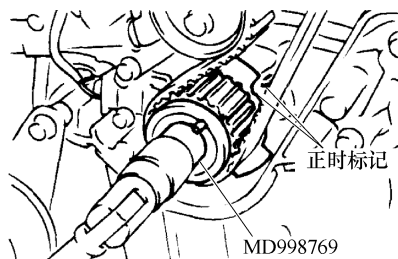

图 4-25 转动曲轴对齐正时标记
5) 使用专用工具 MD998769 将曲轴逆时针转 1/4 圈, 然后再顺时针转直到正时标记对准, 如图 4-25 所示。